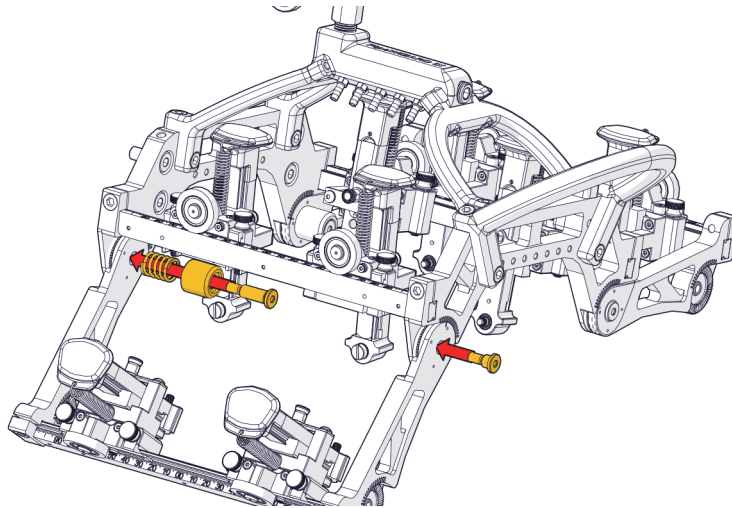

Figura 1-50 Montaje de una sección de módulo de sonda con el resorte y el espaciador
3. Monte la sección del módulo de sonda en el lugar dedicado usando el resorte, el cilindro espaciador pequeño y dos tornillos (ver Figura 1-50 en la página 63).